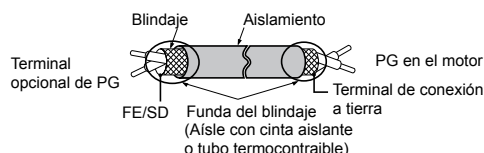
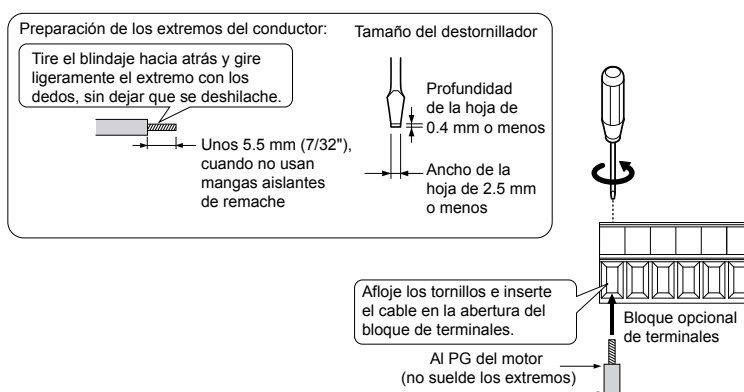

Figura 7.5 Preparación de los extremos del cable blindado
Figura 7.6 Preparación y conexión del cableado del cable
2. Existen dos orificios para tornillos en el variador para usar como terminales de tierra (H). Al conectar tres opciones, dos hilos de tierra deben compartir el mismo terminal de tierra del variador.
4. Prepare y conecte los extremos del cable como se observa en la Figura 7.5 y en la Figura 7.6. **Refiérase a Calibres de cable y torques de ajuste de la opción PG-X3 PAG. 260** o **Refiérase a Calibres de cable y torques de ajuste de la opción PG-X3 PAG. 260** para confirmar que cada terminal reciba el torque de ajuste adecuado. Tome precauciones específicas para garantizar que cada cable esté bien conectado y que el aislamiento de los cables no quede prensado accidentalmente entre los terminales eléctricos.